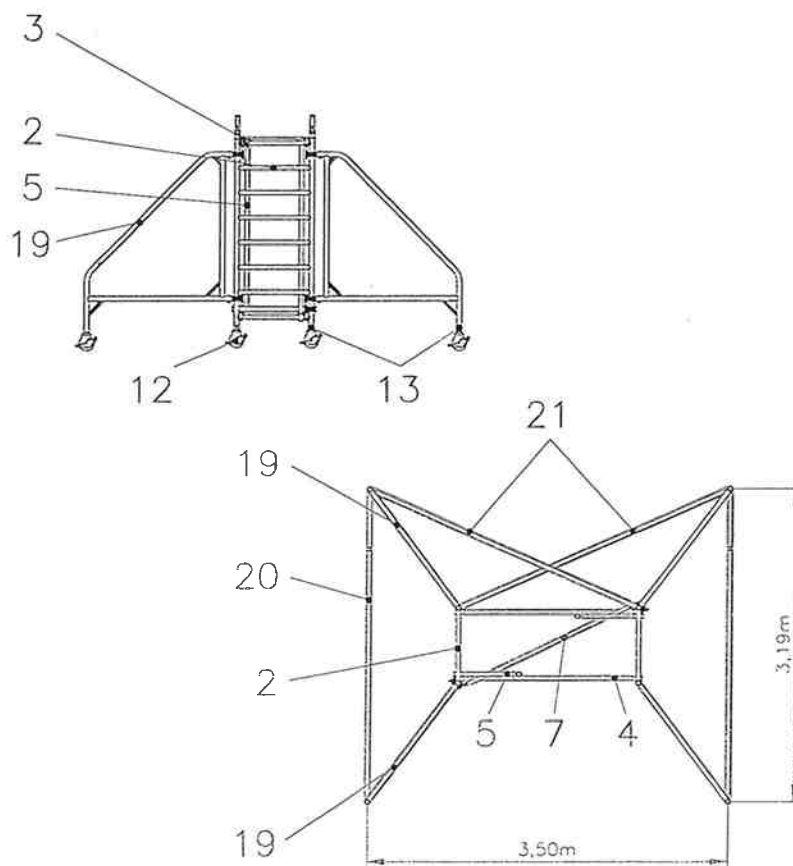

Bild 5 - Aufbau der untersten Gerüstebene mit Auslegern
- ⇒ Beim Aufbau der untersten Gerüstebene mit Auslegern (19) entfallen die Fahrbalken (8 bzw. 14).
- ⇒ Zunächst Fahrrollen (12) mit den Vertikalrahmen (2) und Auslegern (19) verbinden und mittels einer Schraube M10x60 (13) in der im Vertikalrahmen und im Ausleger vorgesehene Bohrung gegen Herausfallen sichern.
- ⇒ Vertikalrahmen (2) aufrichten und Längsriegel (4) und Diagonalen (5) entsprechend Darstellungen im Abschnitt 8 einhängen und einrasten.
- ⇒ Horizontaldiagonale (7) entsprechend Darstellung im Bild 5 montieren und Kupplungen von Hand fest anziehen.
- ⇒ **Betrifft nur Gerüsttypen 460302; 460305** : Rahmentafel mit Durchstieg (3) in die oberste Sprosse der Vertikalrahmen (2) einhängen und einrasten.
- ⇒ Ausleger (19) an den Vertikalrahmen (2) befestigen.
- ⇒ Ausleger (19) mittels der Auslegerstrebe 2,95m (21) mit dem jeweils gegenüberliegenden Vertikalrahmen (2) horizontal verbinden. Die beiden Auslegerstreben 2,95m (21) sind dabei auf **einer** Seite des Gerüsts anzubringen, damit die gegenüberliegende Seite als Einstiegsseite frei zugänglich bleibt.
- ⇒ Ausleger (19) mittels der verstellbaren Horizontaldiagonalen (20) stirnseitig horizontal verbinden. Die verstellbaren Horizontaldiagonalen (20) sind dabei in die kleinste der vier möglichen Längen zu verstellen.